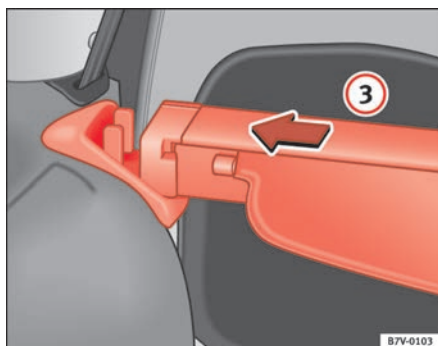

Fig. 115 Tapamaletero: soporte del lado izquierdo
- Introduzca el tapamaletero hasta el tope en el soporte izquierdo en la dirección de la flecha ⇒ fig. 115 ③.